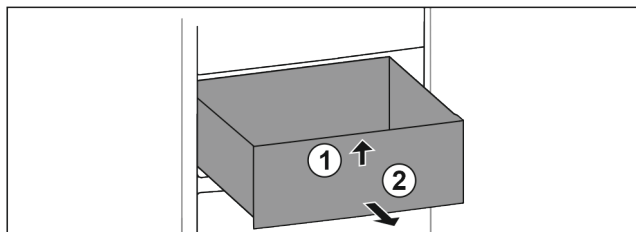

Fig. 54
- ▶ Predal spredaj dvignite. Fig. 54 (1)
- ▶ Predal vzemite ven v smeri naprej. Fig. 54 (2)